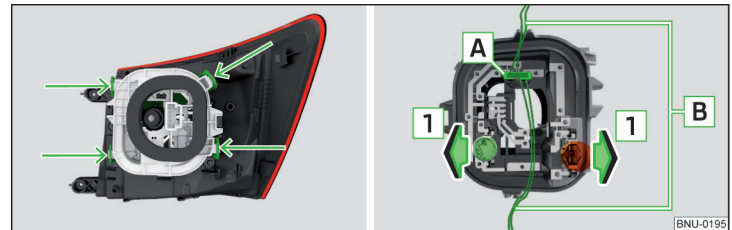

Fig. 345 Partea exterioră a lămpii/Suport cu becuri
- Deblocați suportul becului în zonele marcate cu săgeți » fig. 345 și scoateți-l din lampă.
- Înainte de montarea suportului de bec în lampă, verificați dacă conectorul **A** » fig. 345 dintre lampă și suportul becului este cuplat corect.